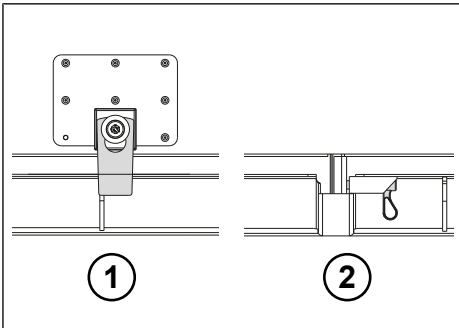

Рис. 6-20: Фиксатор
- ▶ Ослабьте защелку / пружинную защелку (см. "Рис. 6-20: Фиксатор", стр. 73).